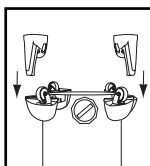

FIGURA 7
11. Con el drenaje del depósito hacia usted, fije el sujetador de la manguera A al pie de la ruedita A, y el sujetador de la manguera B al pie de la ruedita B. **FIGURA 7**.